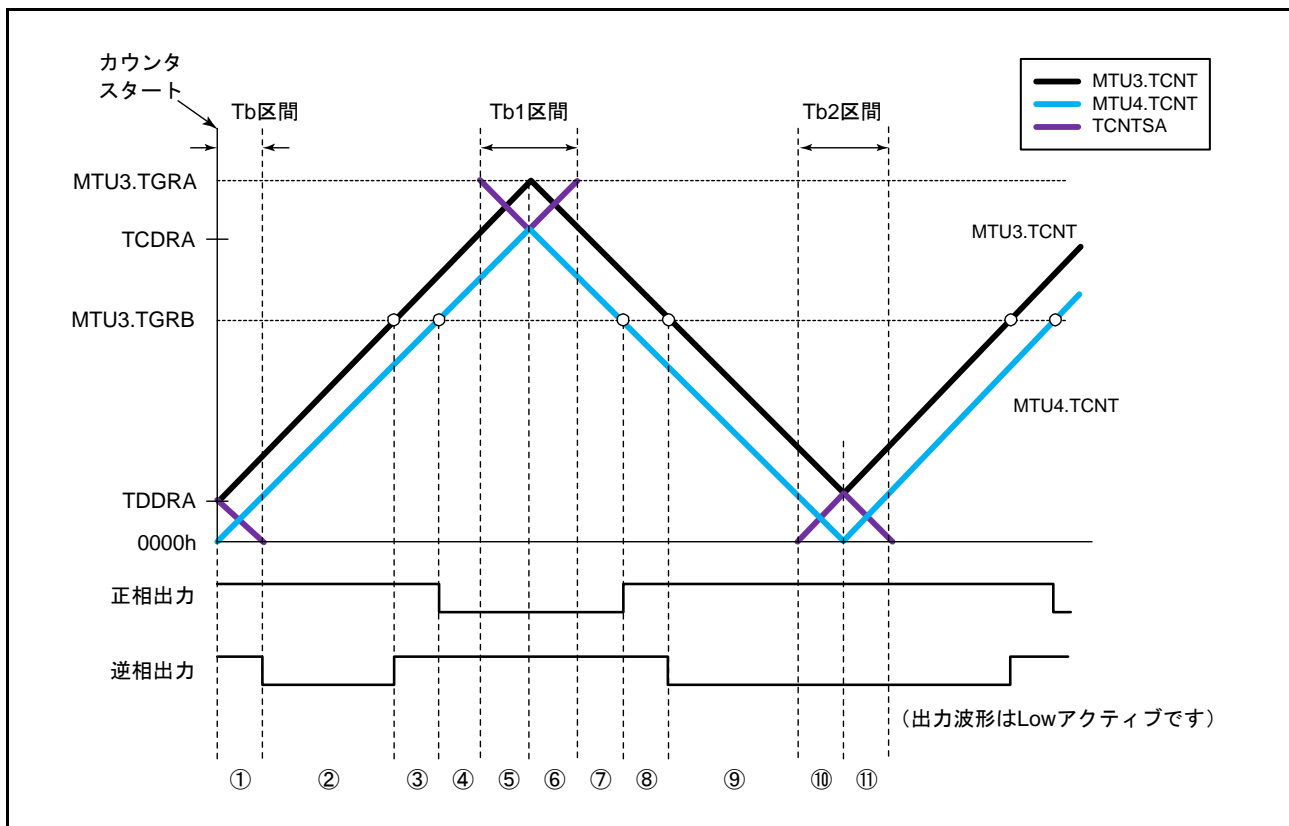
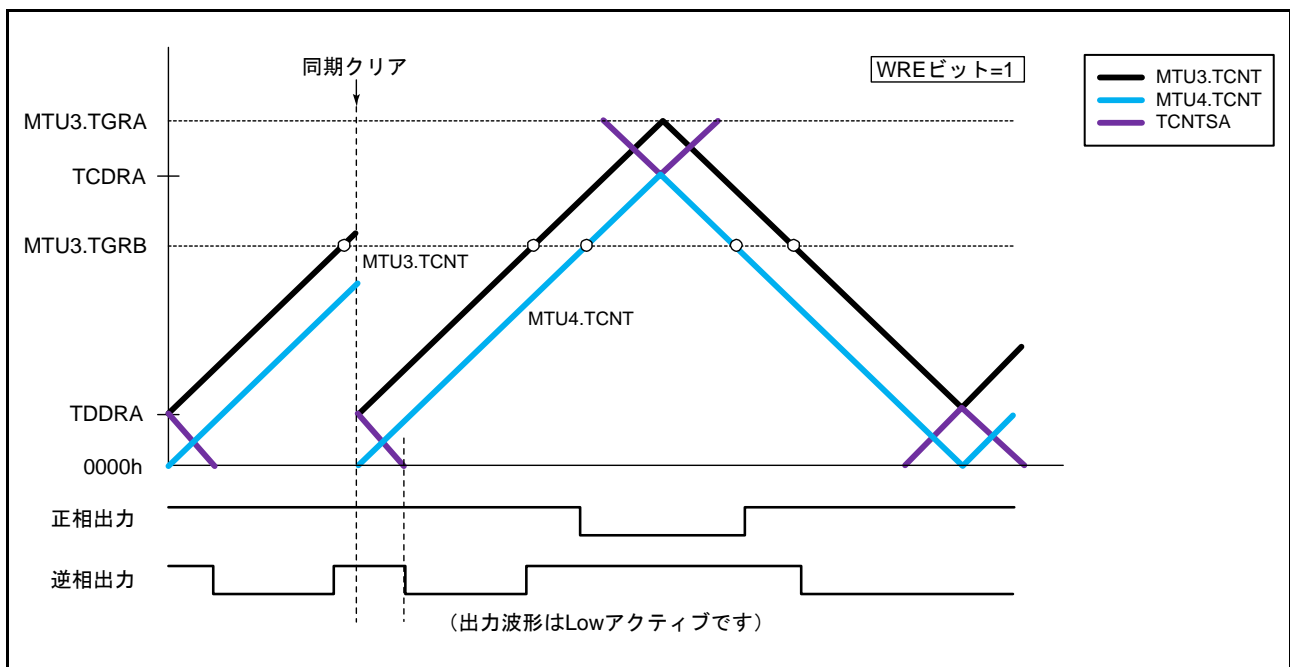
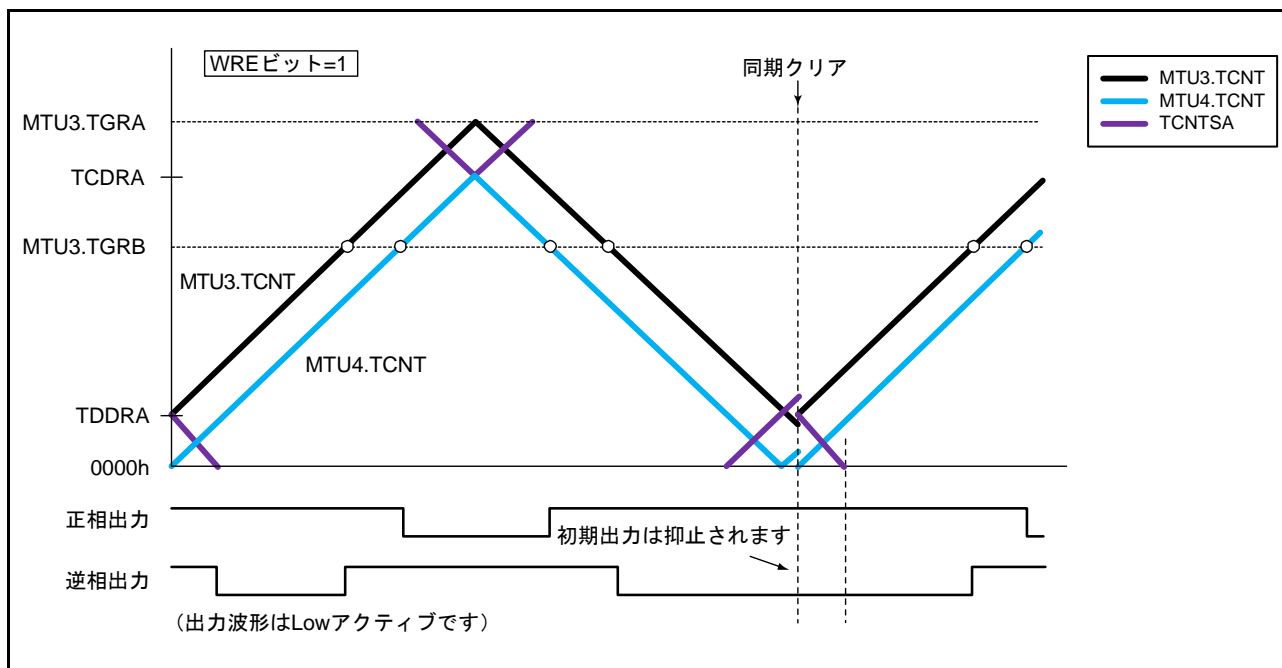

図 19.63 同期カウンタクリアタイミング (MTU3, MTU4)
図 19.65 アップカウント中のデッドタイム時に同期クリアが発生した場合 (図 19.63 のタイミング③、TWCRA レジスタの WRE ビット = 1)
図 19.68 Tb2 区間で同期クリアが発生した場合
WRE ビットを“1”にすることで初期出力を抑止することができるのは、同期クリアが図 19.63 の⑩、⑪のような Tb2 区間に入って来たときのみです。それ以外のタイミングで同期クリアが起こった場合は、TOCR1A レジスタの OLSN ビット、OLSP ビットで設定した初期値が出力されます。また、Tb2 区間であっても、図 19.63 の①で示すカウンタスタート直後の初期出力期間で同期クリアが起こった場合には、初期出力の抑止は行いません。
図 19.65 ~ 図 19.68 に、TWCRA.WRE ビットを“1”にした状態で MTU3、MTU4 を相補 PWM 動作させ、同期カウンタクリアをした場合の動作例を示します。ここで、図 19.65 ~ 図 19.68 の同期カウンタクリアのタイミングは、それぞれ図 19.63 の③、⑥、⑧、⑪で示したタイミングです。
(図 19.63 のタイミング⑥、TWCRA レジスタの WRE ビット = 1)
(図 19.63 のタイミング⑧、TWCRA レジスタの WRE ビット = 1)
(図 19.63 のタイミング①、TWCRA レジスタの WRE ビット = 1)